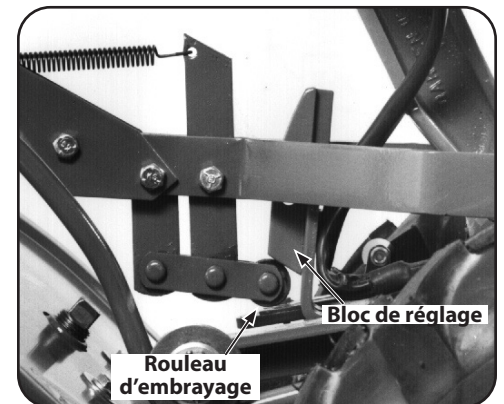

Figure 3-11
7. Vérifiez le fonctionnement du levier. Poussez-le vers le bas jusqu'à ce que la position de marche avant soit engagée. Le rouleau d'embrayage doit reposer sous le bloc de réglage. Puis, placez le levier à la position neutre. Voir Figure 3-11.